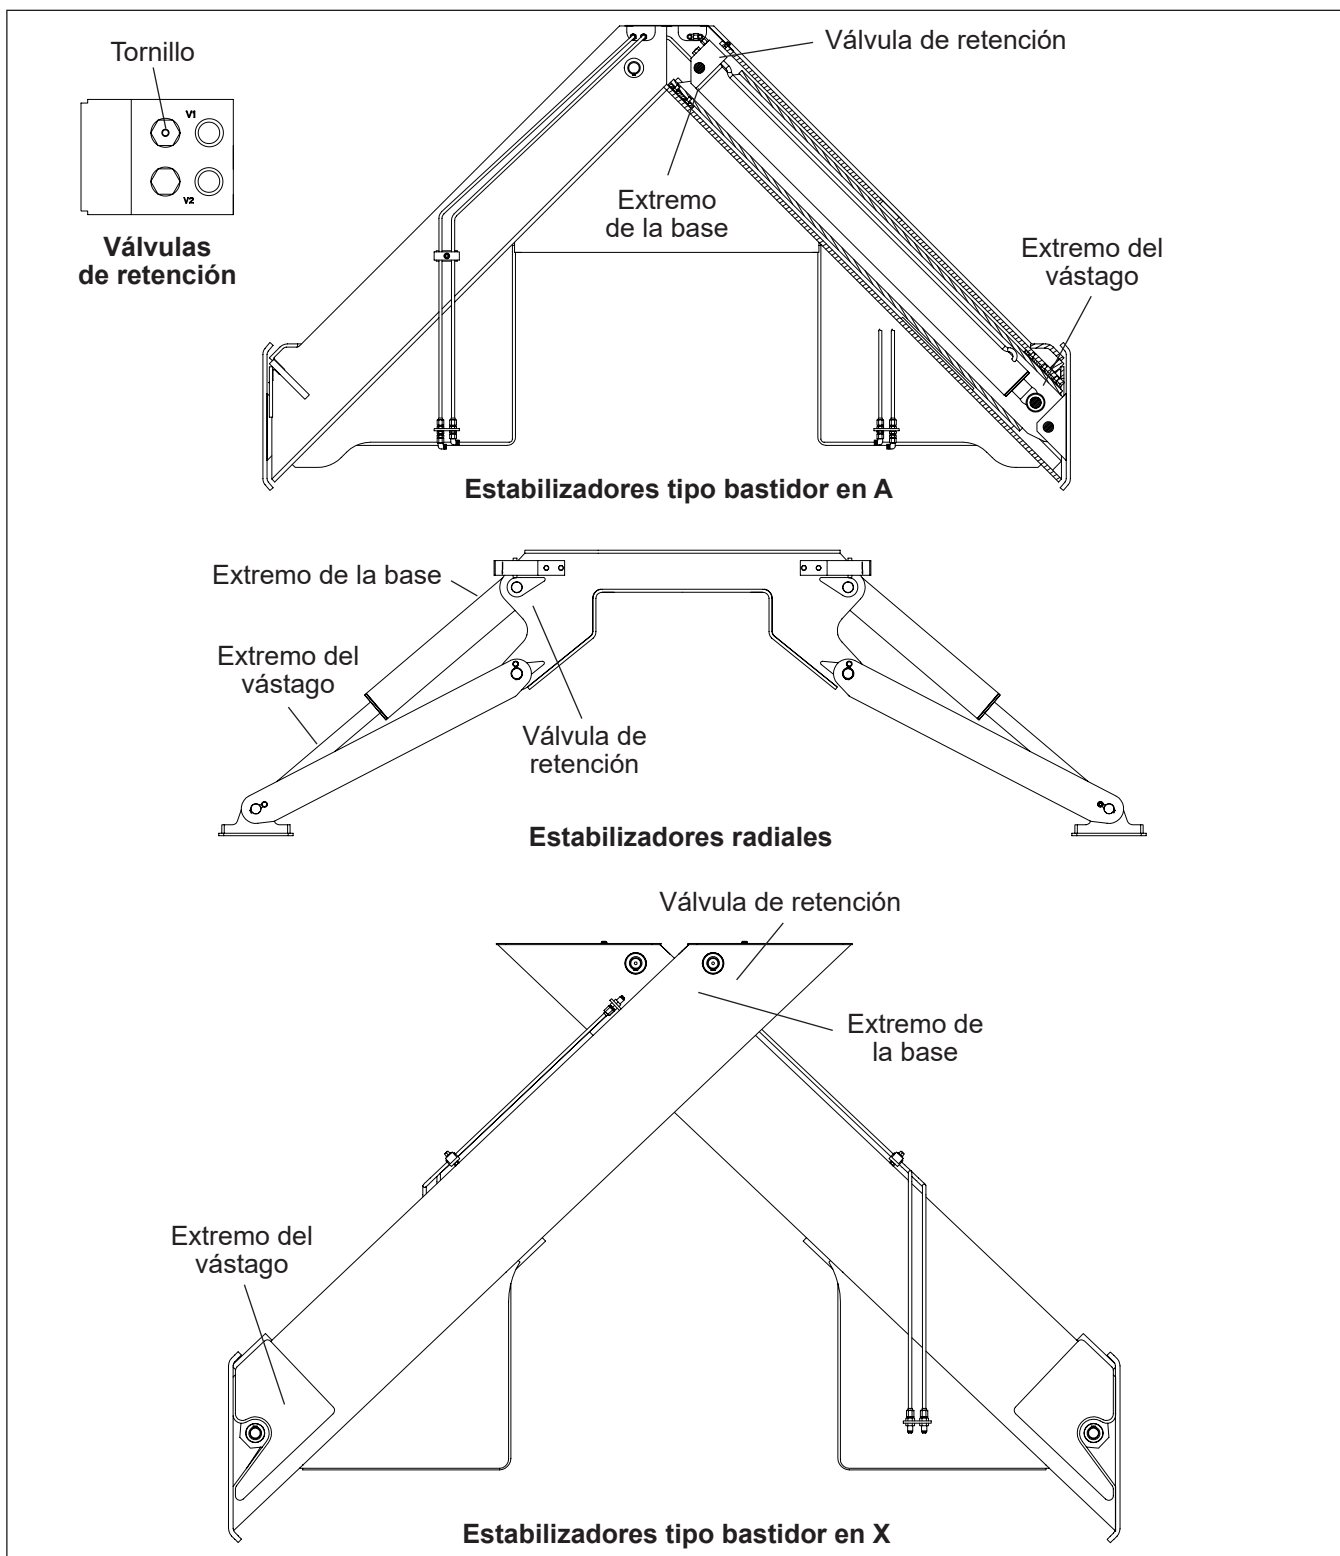

Figura 5.15 — Ubicaciones de la válvula antirretorno operada por piloto
3. Ubique las dos válvulas antirretorno operadas por piloto instaladas cerca del extremo de la base del cilindro (consulte la Figura 5.15). Una de las válvulas antirretorno posee un tornillo en la parte superior del cartucho. Gire el tornillo hacia adentro (en sentido horario) hasta que el cilindro empiece a retraerse. Controle la velocidad de retracción del cilindro, usando el tornillo hexagonal.